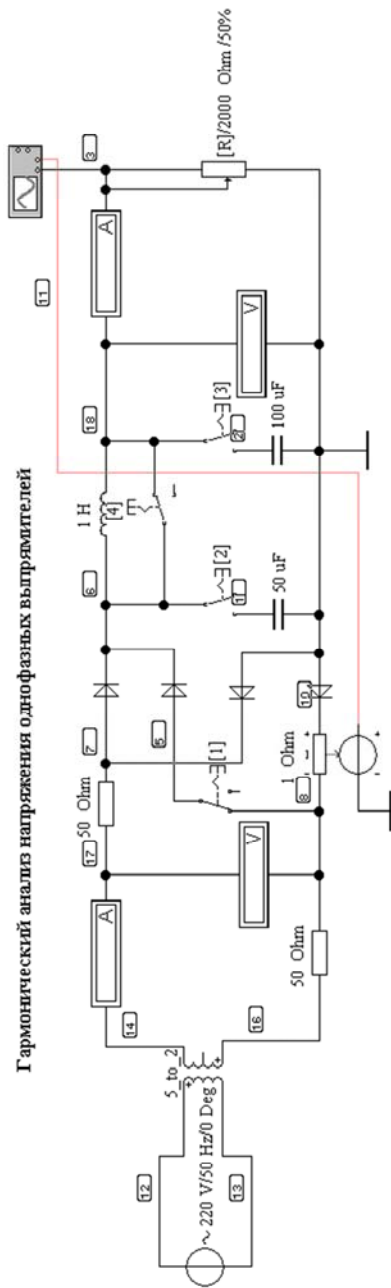

Рис. 19.6. Гармонический анализ напряжения однофазных выпрямителей (файл **rs\_four1.ewb**)
2. Изучить высшие гармоники в кривой выпрямленного напряжения однофазных выпрямителей (файл **rc\_fouri.ewb**, рис. 19.6).